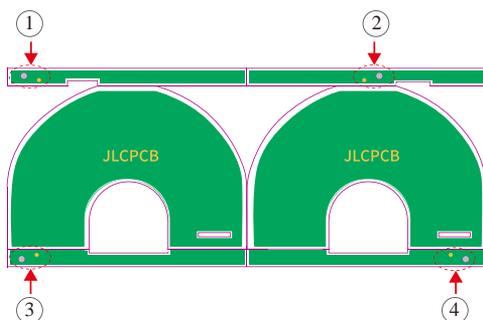

图 8-25 练习题 10 图
10. PCB 拼板悬空工艺边容易因磕碰发生断裂, 图 8-25 中哪个位置的 Mark 点和定位孔, 容易因工艺边断裂而丢失? ( )